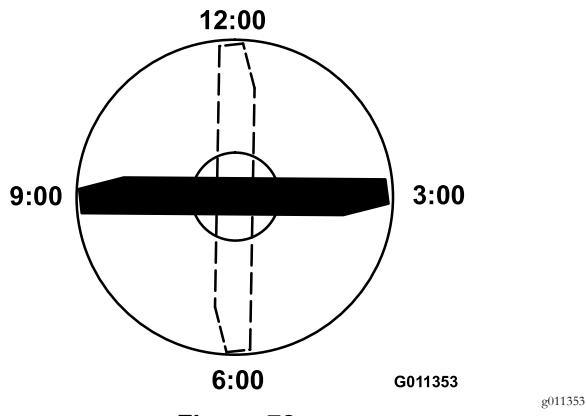

Figura 72
4. Posicione a extremidade de corte da extremidade marcada da lâmina nas 12 horas (a direito na direção do corte) (Figura 72) e meça a altura da mesa à extremidade de corte da lâmina.
- Rode a extremidade marcada da lâmina para as posições das 3 horas e das 9 horas (Figura 72) e meça as alturas.